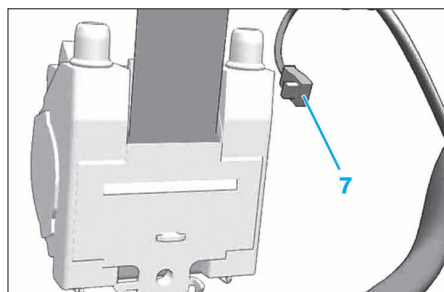

FIG. 21
- Déverrouiller puis débrancher le connecteur (7) (Fig.21) du prétensionneur.